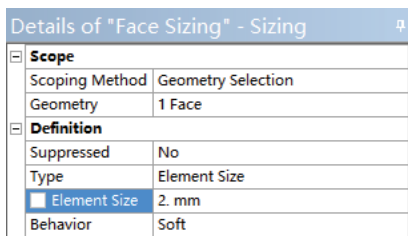
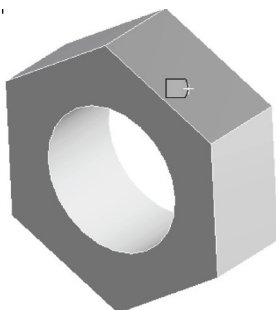

图 4-35 细节窗口
图 4-36 设置对象
9) 设置细节窗口中的 Type 为 Element Size，并设置 ElementSize 为 2mm，其余默认，如图 4-35 所示；设置得到的模型如图 4-36 所示。